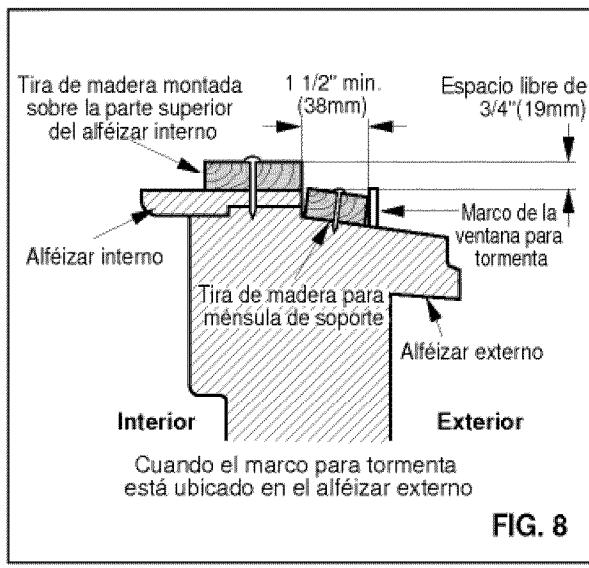

FIG. 8
- Si hay un marco para tormenta que obstruye una tira de madera de 2"(51mm) de espesor al alféizar interior de la ventana a todo lo ancho del alféizar. La tira de madera debe ser lo suficientemente gruesa para elevar la altura del alféizar de la ventana para que la unidad se instale sin que el marco para tormenta lo obstruya. Vea la FIG. 8 La parte superior de la tira de madera debe ser aproximadamente 3/4"(19mm) más alta que el marco para tormenta para ayudar a drenar la condensación hacia el exterior.
- Instale una segunda tira de madera (aproximadamente de 6"(152mm) de largo por 11/2"(38mm) de ancho y del mismo grosor que la primera tira) en el centro del reborde del alféizar contra la parte posterior del alféizar interior. (FIG. 8)